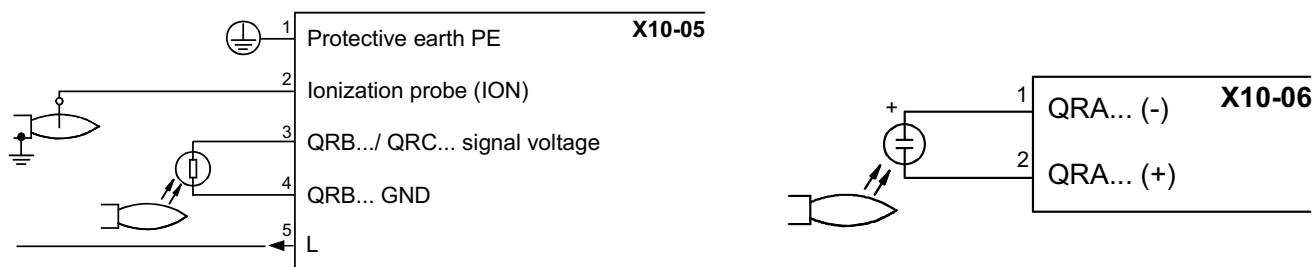

Рис. 20
- Проверьте запальный и контрольный электроды, очистите, отрегулируйте и, при необходимости, замените (см. стр33-34). В случае, если у вас есть сомнения, проверьте систему контроля после запуска горелки, следуя схемам на Рис. 20).